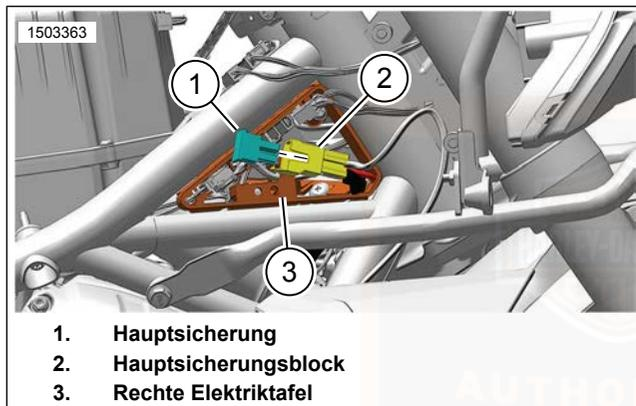

Abbildung 90. Hauptsicherung – Lage
3. Den Hauptsicherungsblock (2) von der rechten Elektriztafel (3) entfernen.
4. Siehe Abbildung 90. Die Hauptsicherung (1) ausbauen.
1. Siehe Abbildung 90. Die Hauptsicherung (1) einbauen.
2. Den Hauptsicherungsblock (2) in die rechte Elektriztafel (3) einbauen.